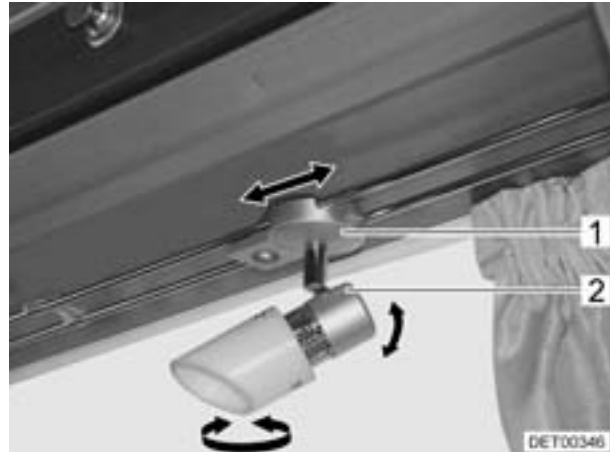

Bild 69 Spotleuchte
- Gehäuse (Bild 69,2) fassen und drehen.
- Halterung (Bild 69,1) fassen.